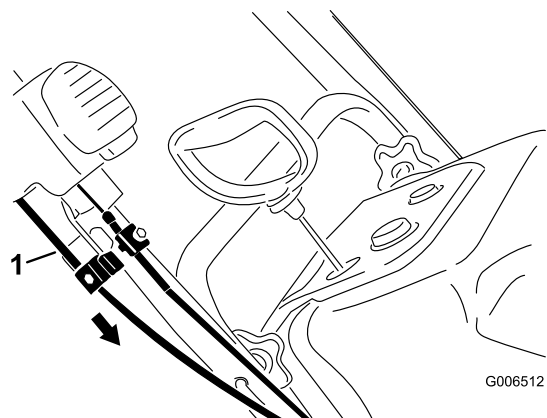

图41
4. 让排放斜槽停留在面向正前方的位置，向下拉下电缆护罩，直到消除拉线上的松弛，并牢固拧紧下电缆夹上的螺钉（图41）。